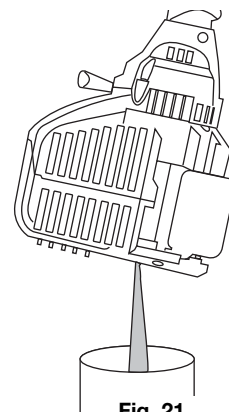

Fig. 21
3. Vierta el aceite fuera del orificio de llenado de aceite en un recipiente inclinando la unidad hasta una posición vertical (Fig. 21). Deje suficiente tiempo como para completar el drenaje.